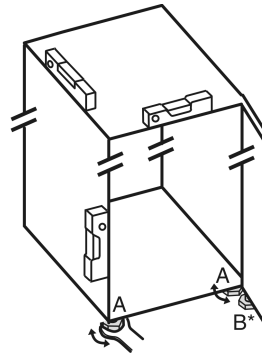

Fig. 51
- ▶ Svitare i piedini regolabili *Fig. 51 (A)* con la chiave a forchetta contenuta nella fornitura e con l'aiuto di una bilancia idrostatica, finché l'apparecchio non si trova in posizione stabile e piana.
- ▶ Con la chiave a forchetta in dotazione, svitare il piedino regolabile *Fig. 51 (B)* sul cuscinetto di supporto inferiore, fino a farlo appoggiare sul pavimento.
- ▶ Ruotare ulteriormente il piedino regolabile *Fig. 51 (B)* di 90°.